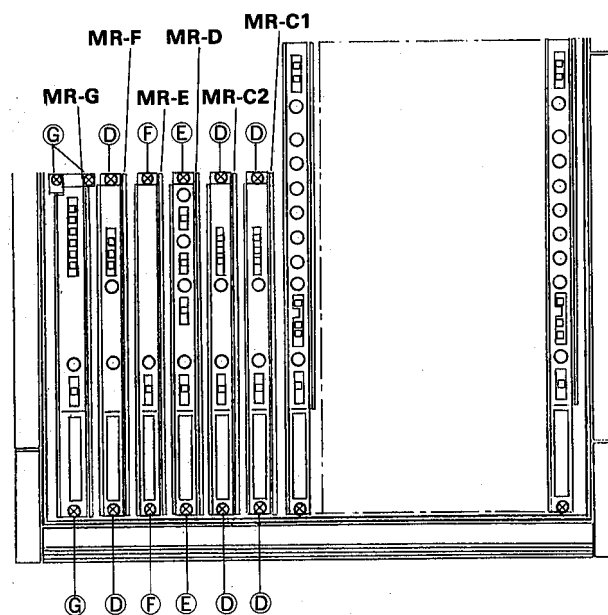

Fig. 4
- After the 2 bind tapping screws (E) (3x8) have been removed, the MR-D circuit board can be removed. (Fig.4)
- Remove the 3 bind tapping screws (G) (3x8), the MR-G circuit board can be removed. (Fig.4)
- バインドタッピングネジ(D) (3×8) 2本を外し、MR-C1 (C2, F) シートを外します。(Fig.4)
- バインドタッピングネジ(E) (3×8) 2本を外し、MR-Dシートを外します。(Fig.4)
- バインドタッピングネジ(F) (3×8) 2本を外し、MR-Eシートを外します。(Fig.4)
- バインドタッピングネジ(G) (3×8) 3本を外し、MR-Gシートを外します。(Fig.4)